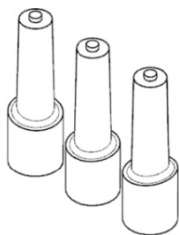

图 14-27 创建镶件
(53) 选取“菜单 | 插入 | 组合 | 相交”命令，以刚才创建的实体为目标体，工件为刀具体，在【求交】对话框中勾选“☒保存工具”复选框。
(54) 单击“确定”按钮，创建相交实体（镶件），隐藏实体后如图 14-27 所示。
(55) 选取“菜单|插入|组合|减去”命令 ，以型芯为目标体，斜顶块为刀具体，在【求差】对话框中勾选“☒保存工具”复选框。